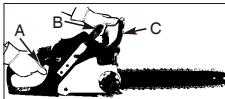

Fig. 10
- Tag fat i det bagste håndtag (A) med højre hånd (Fig. 10).
- Hold godt fast i det forreste håndtag med venstre hånd (B) (ikke i KÆDEBREMSEARMEN (C))(Fig. 10).
- Tryk speederen 1/3 i bund, og aktiver herefter KÆDEBREMSEARMEN (C)(Fig. 10).